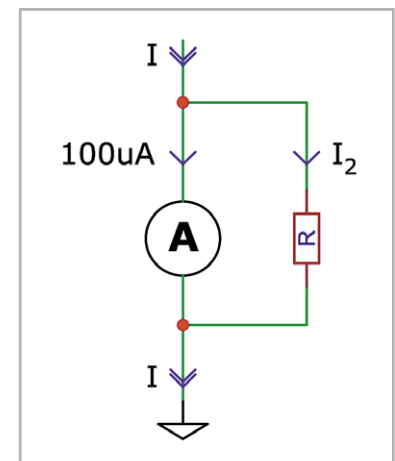

Bild 11: Shunt (Parallelwiderstand) für Amperemeter
Die Berechnung ist dabei sehr einfach. Der maximale Strom durch das Messgerät bei vollem Zeigerausschlag beträgt 100 µA, sodass jeder zusätzliche Strom durch den parallelen Shunt-Widerstand fließen muss, siehe Bild 11. Der hineinfließende Strom (I) ist der gleiche wie der aus der Parallelschaltung herausfließende Strom, sodass in jedem gewählten Bereich jeder über 100 uA hinausgehende Strom durch R fließen muss. Der Spannungsabfall über dieser Kombination beträgt bekannterweise 0,216 V. Hiermit erhalten wir mithilfe des ohmschen Gesetzes die erforderlichen Werte: